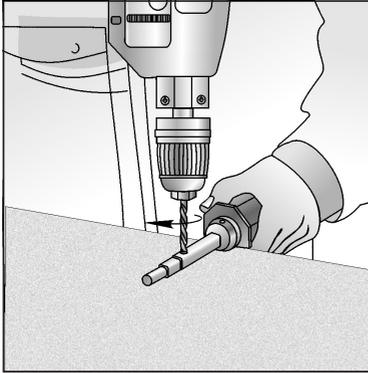

Abb. 19
- Kapsel aus der Welle herausziehen, Einstellschraube herausdrehen und den tragenden Schaft herausziehen, um Platz zum Anbohren frei zu machen, und anschließend auf der Abdruckstelle ein 1-2 mm tiefes Loch für die Einstellschraube anbohren (Abb. 19). Das Anbohren kann auch direkt im Rollladenkasten ohne Herausziehen der Kapsel durchgeführt werden;